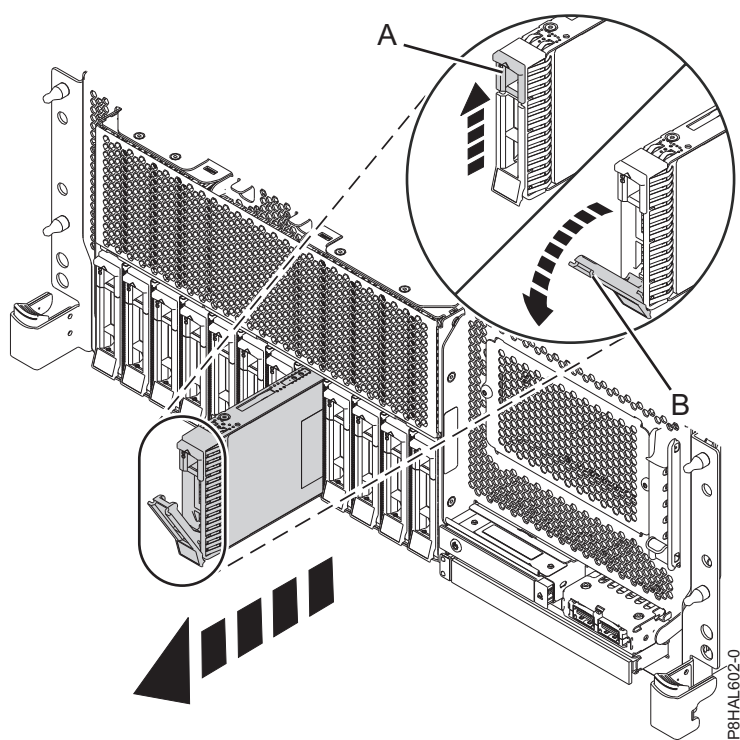

Figura 73. Extracció d'una unitat de disc d'un sistema de funció bàsica muntat en bastidor
3. Quan el LED d'identificació estigui fix, desbloquegeu la nansa del compartiment d'unitats **(B)** fent pressió al pestell de la nansa **(A)** i estirant-lo cap a vosaltres, tal com es mostra a Figura 73 a la pàgina 81, Figura 74 a la pàgina 81, Figura 75 a la pàgina 82 i Figura 76 a la pàgina 83. Si la nansa encara no ha sortit del tot, la unitat d'estat sòlid no podrà lliscar fora del sistema.